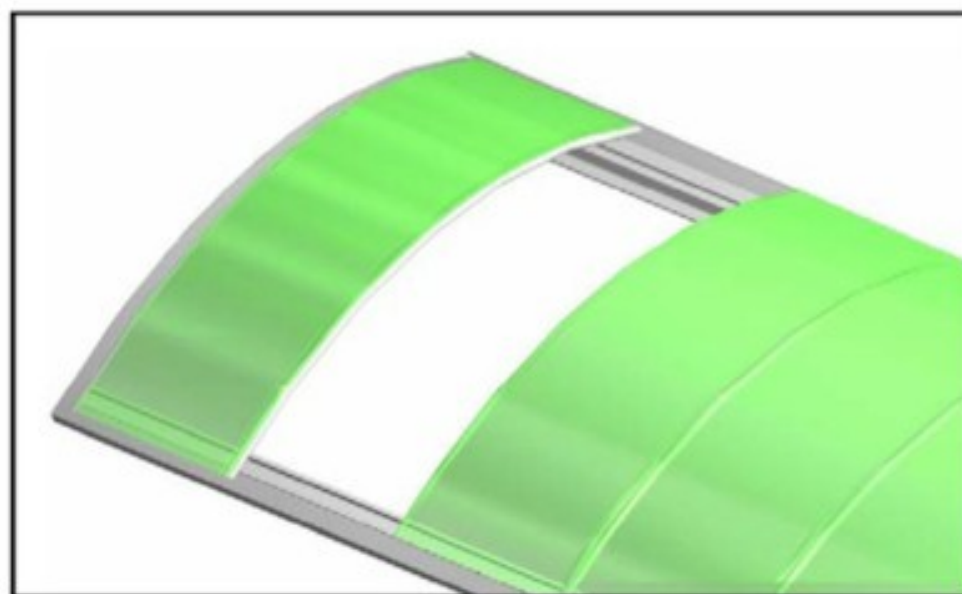

Fig. 15
15) Con la última placa colocada (Fig. 15), insertar la penúltima placa siguiendo las instrucciones descritas anteriormente.